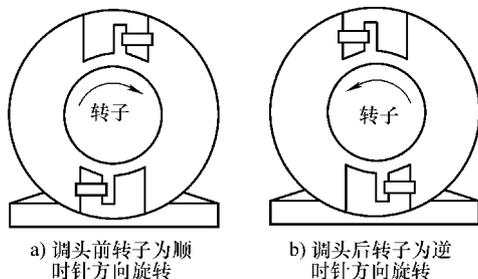

图 5-12 将定子掉头装配来改变罩极式单相异步电动机的转向
2) 改变罩极式单相异步电动机转向的方法：罩极式单相异步电动机（见图 5-12）旋转磁场的旋转方向是从磁通领先相绕组的轴线（ Φ_U 的轴线）转向磁通落后相绕组的轴线（ Φ_V 的轴线），这也就是电动机转子的旋转方向。在罩极式单相异步电动机中，磁通 Φ_U 永远领先磁通 Φ_V ，因此电动机转子的转向总是从磁极的未罩部分转向被罩部分，即使改变电源的接线，也不能改变电动机的转向。如果需要改变罩极式单相异步电动机的转向，则需要把电动机拆开，将电动机的定子或转子反向安装，才可以改变其旋转方向，如图 5-12 所示。